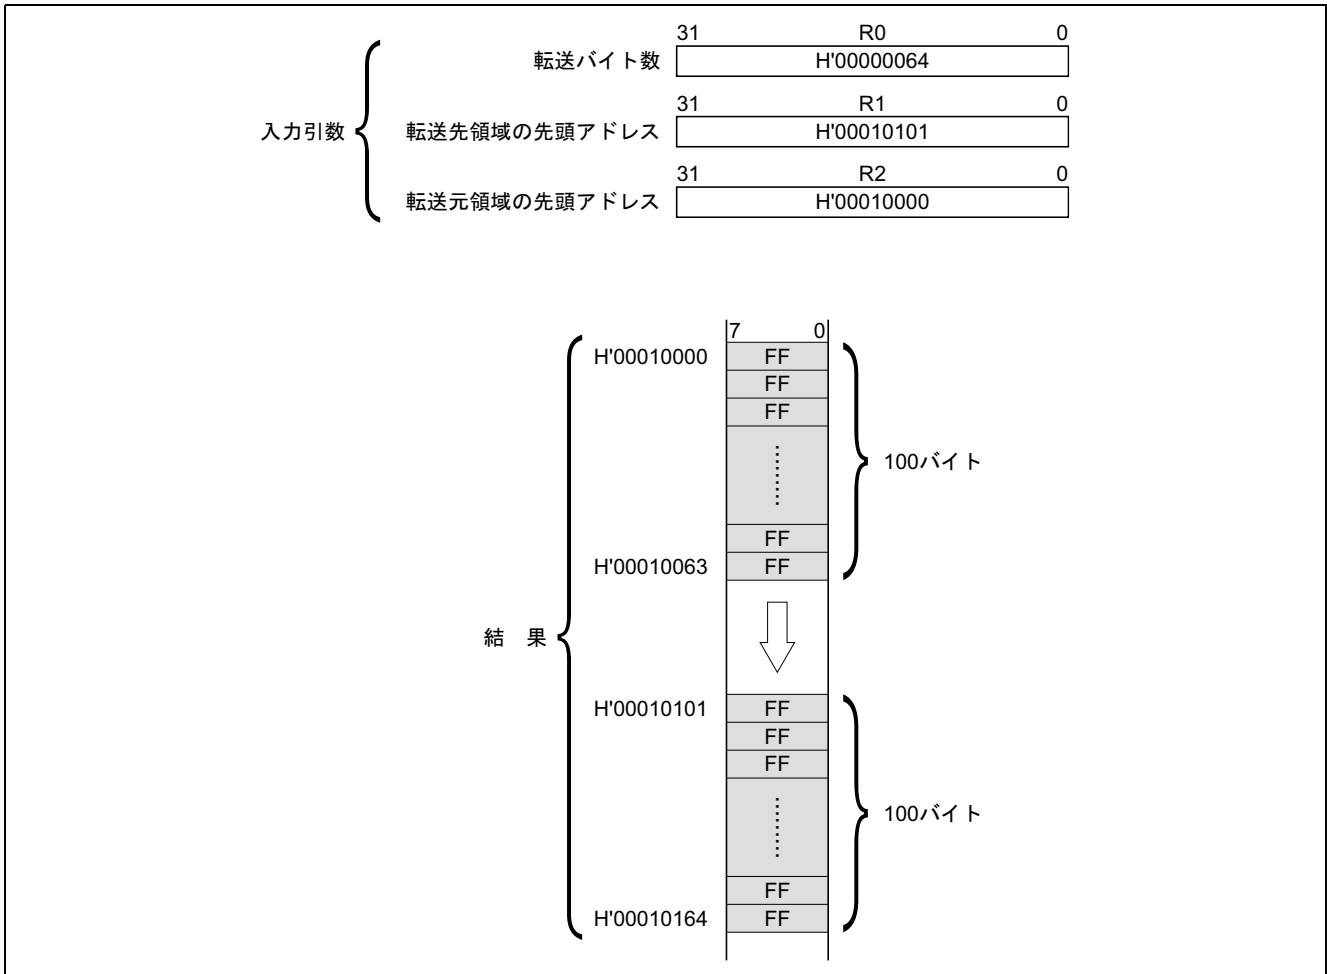

図 1 ソフトウェア MOVE の実行例
b. 図 1 にソフトウェア MOVE の実行例を示します。